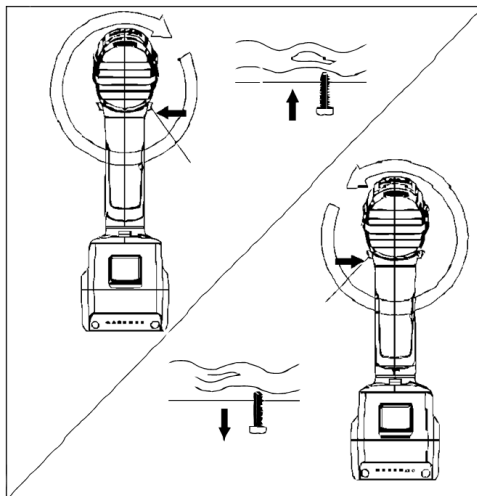

Fig. 4 – Sentido de rotación
Después de que el motor esté parado seleccione el sentido de rotación en el botón de reversión (3), según muestra la Fig. 4.
Después de la finalización de las tareas, en el depósito y también en las mantenencias de la Llave de impacto, posicione el selector de sentido de rotación (3), Fig. 4, en la posición central. De esta forma el interruptor de accionamiento (2) quedará trabado en la posición apagado lo que evitará accionamientos involuntarios.